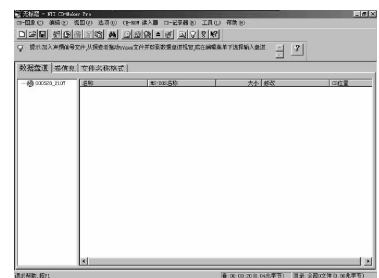

图8
(2) 单击主窗口中的“CD-ROM”按钮，进入“数据盘道”工作区，如图8~10。